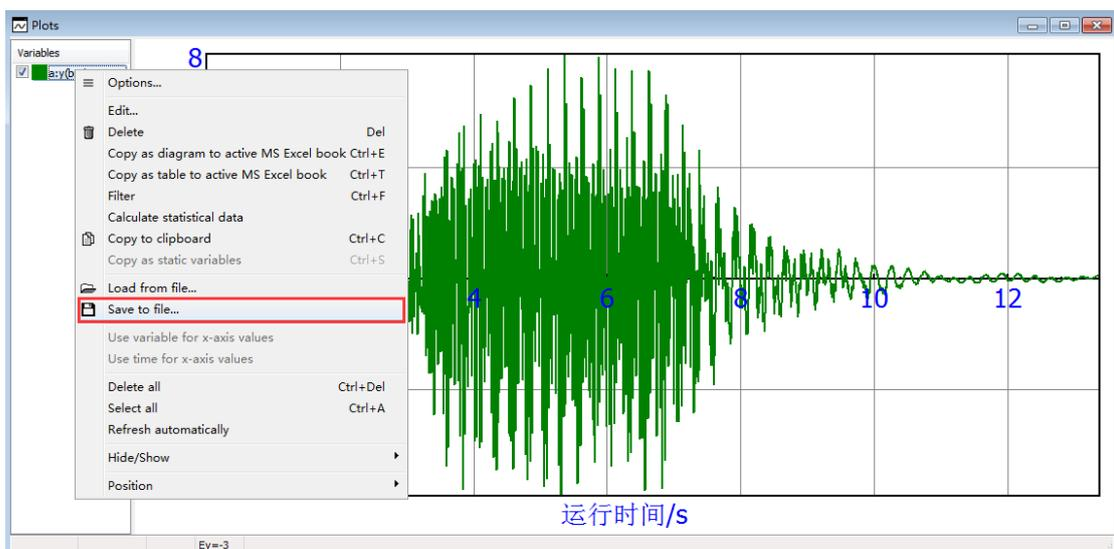

图 013-6 设置输出结果类型 3
1、在绘图窗口选中变量点右键，选择 **Save to file...**，如图 013-6；